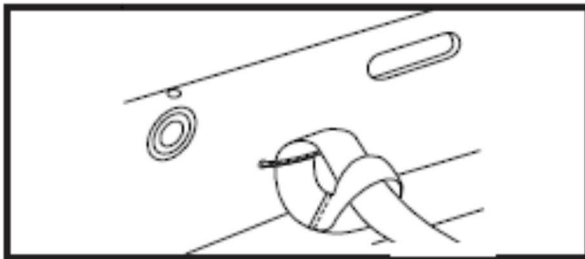

Abbildung 3 - Haltegurte befestigen
- Stehen die Deckenstützen auf ebenem, tragfähigem **Untergrund**? Auf Setzungen, Leitungen, Unebenheiten, Auffüllungen, Gefälle achten. (Bild 3)
Gurtende durch die Schlaufe (Abb. 3). Verfahren Sie ebenso bei den anderen Haltegurten. Ziehen Sie die Gurtenden straff.